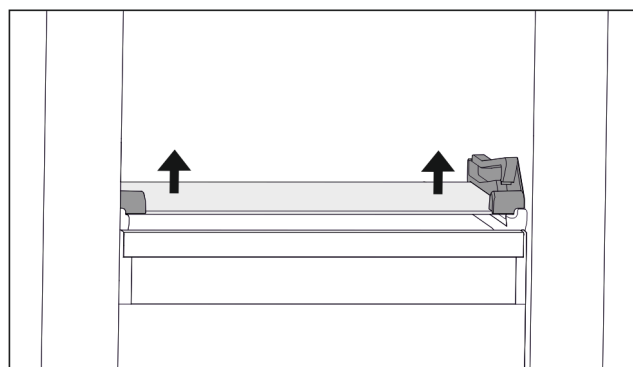

Fig. 131 Стеклянная пластина откидного выдвижного ящика
- ▶ Нажмите на стеклянную пластину снизу вверх с обеих сторон. (см. Fig. 131)